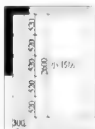

图 8-23
**步骤 2:** 使用矩形工具 $\square$ 绘制一个“300×2600”的矩形，再使用直线工具 $\text{—}$ 绘制直线和对角线，如图 8-23 所示。